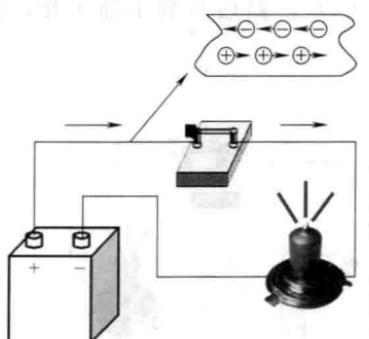

图 1-11 电流的方向
② 电流的方向 电路中正电荷移动的方向称为电流的方向。将导线的一端连接蓄电池的正极，另一端连接于蓄电池的负极，在同性相斥，异性相吸的作用下，导线内的自由电子受到负极的排斥和正极的吸引而由负极向正极移动，自由电子的流动便形成了电流，如图 1-11 所示。
③ 电流的大小 电流的大小用电流强度表示，其数值等于单位时间内通过导体横截面的电荷量，以字母 I 表示。